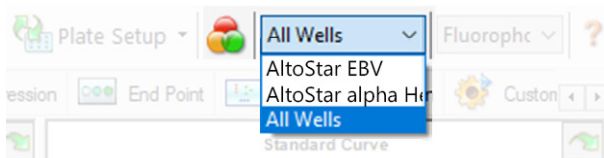

Abb. 4: Schaltfläche und Dropdown-Menü Well Group (Well-Gruppe)
Achten Sie darauf, im Fenster Data Analysis (Datenanalyse) die **Well Group** (Well-Gruppe) des AltoStar® EBV PCR Kit 1.5 auszuwählen. Klicken Sie dazu auf das Dropdown-Menü **Well Group** (Well-Gruppe) rechts neben der Schaltfläche **Well Group** (Well-Gruppe) (siehe Abbildung 4) in der Menüleiste. Verwenden Sie nicht die „All Wells“ (Alle Wells) **Well Group** (Well-Gruppe). Die Auswahl in Abbildung 4 wird als allgemeine Beispielansicht verwendet.
1. Achten Sie darauf, im Fenster Data Analysis (Datenanalyse) die **Well Group** (Well-Gruppe) des AltoStar® EBV PCR Kit 1.5 auszuwählen. Klicken Sie dazu auf das Dropdown-Menü **Well Group** (Well-Gruppe) rechts neben der Schaltfläche **Well Group** (Well-Gruppe) (siehe Abbildung 4) in der Menüleiste.